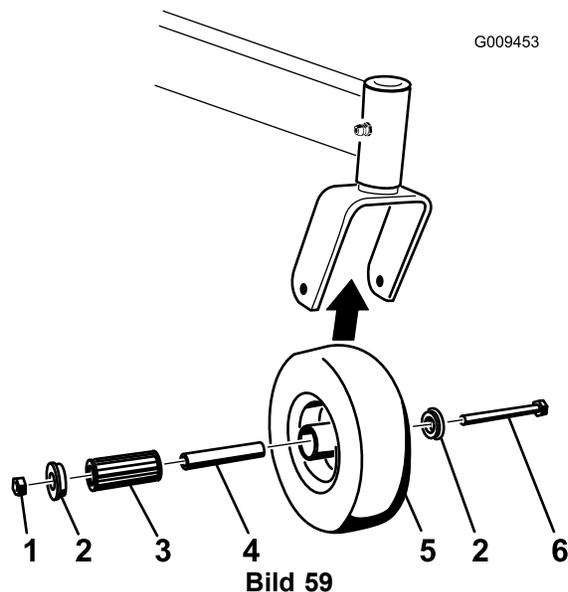

Bild 59
1. Entfernen Sie die Sicherungsmutter und die Radschraube, mit denen das Laufrad an der Laufradgabel befestigt ist (Bild 59).
2. Entfernen Sie eine Büchse und ziehen Sie dann die Steckbüchse sowie das Rollenlager aus der Radnabe heraus (Bild 59).
3. Entfernen Sie die andere Büchse aus der Radnabe und entfernen Sie Fett- und Schmutzrückstände von der Nabe (Bild 59).
4. Prüfen Sie das Rollenlager, die Büchsen, die Spannbüchse und die Innenseite der Radnabe auf Abnutzung. Tauschen Sie abgenutzte und beschädigte Teile aus (Bild 59).
5. Stecken Sie zum Zusammenbauen eine Büchse in die Radnabe. Fetten Sie das Rollenlager und die Vierkantbüchse ein und schieben beide in die Radnabe. Stecken Sie die zweite Büchse in die Radnabe (Bild 59).
6. Bringen Sie das Laufrad in der Laufradgabel an und befestigen Sie es mit der Radschraube und Sicherungsmutter. Ziehen Sie die Sicherungsmutter so weit fest, dass die Vierkantbüchse auf die Innenseite der Laufradgabeln trifft (Bild 59).